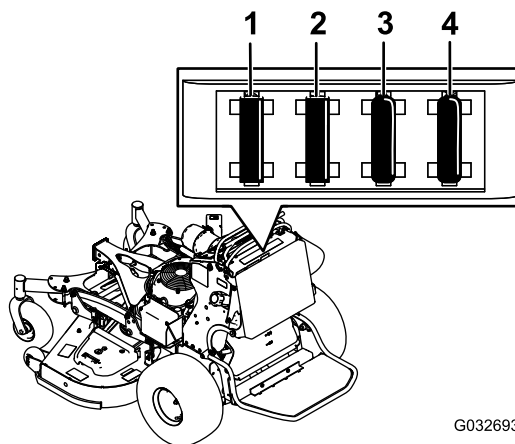

Figure 56
2. Tirez sur le fusible pour le sortir ou le remplacer (Figure 56).
**Remarque:** Veillez à utiliser un fusible du bon calibre Figure 56.